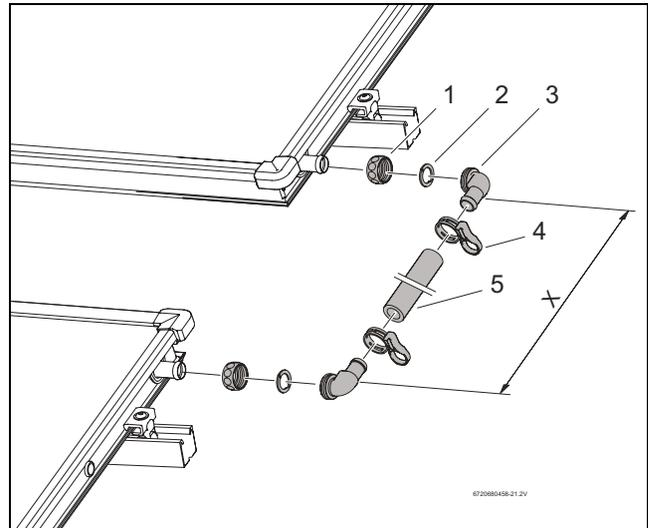

Bild 58 Verbindungs-Set zwischen zwei Kollektorreihen
- Überwurfmutter (Bild 58, [1]) über Kollektoranschlüsse schieben.
- Klemmscheibe (Bild 58, [2]) hinter die Wulst des Kollektoranschlusses legen und zusammen drücken.
- Winkeltülle mit O-Ring (Bild 58, [3]) an Anschluss drücken, ausrichten und mit Überwurfmutter verschrauben.
- Abstand zwischen den Winkeltüllen (Abstand X) der montierten Kollektoren messen und den Solarschlauch (Bild 58, [5]) entsprechend kürzen.
- Solarschlauch auf die Winkeltüllen schieben und mit Federbandschelle (Bild 58, [4]) sichern.